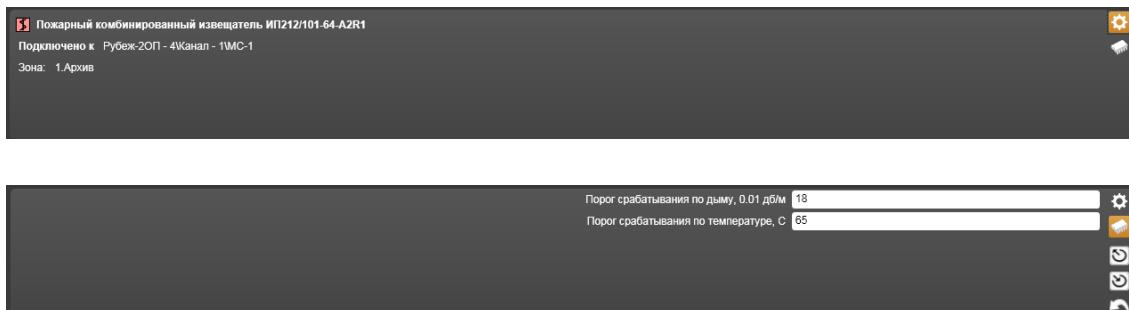

Рисунок 14.3.54 – Свойства Пожарного комбинированного извещателя ИП212/101-64-А2Р1
- 15) Пожарный комбинированный извещатель ИП212/101-64-А2Р1 (ИП-64К) (Рисунок 14.3.54).
- – **Параметры по умолчанию** – значок, при щелчке на котором происходит считывание параметров из памяти компьютера в таблицу параметров текущей закладки (Нижний рисунок 14.3.54).